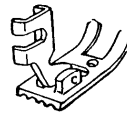

Рис. 21
5.7. Лапка для получения рельефной строчки и пришивки шнура (рис.21).